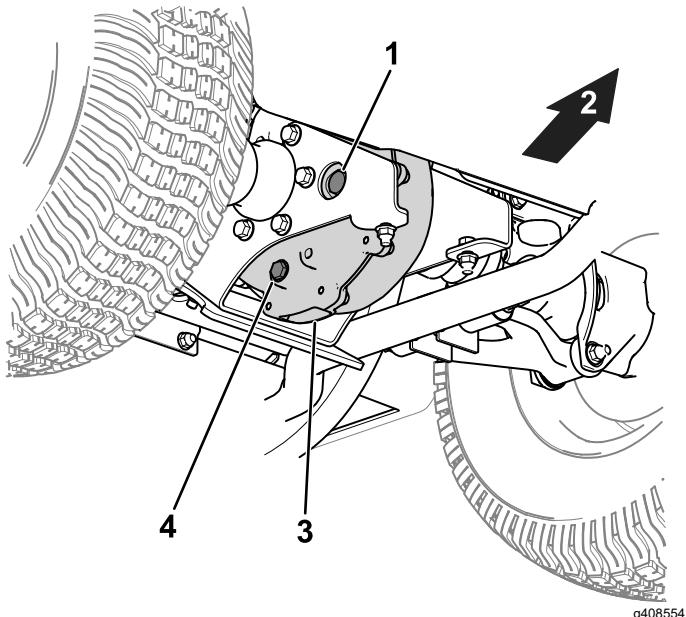

Figure 43
- Enlevez le bouchon de remplissage de la boîte-pont (Figure 43).
2. Si le niveau de liquide est trop bas, enlevez le bouchon de remplissage et ajoutez le liquide spécifié jusqu'à ce qu'il ressorte par l'orifice (Figure 43).
1. Placez un bac de vidange sous le bouchon de vidange (Figure 43).
2. Retirez le bouchon de remplissage (Figure 43).
3. Enlevez le bouchon de vidange pour permettre à tout le liquide de s'écouler (Figure 43).